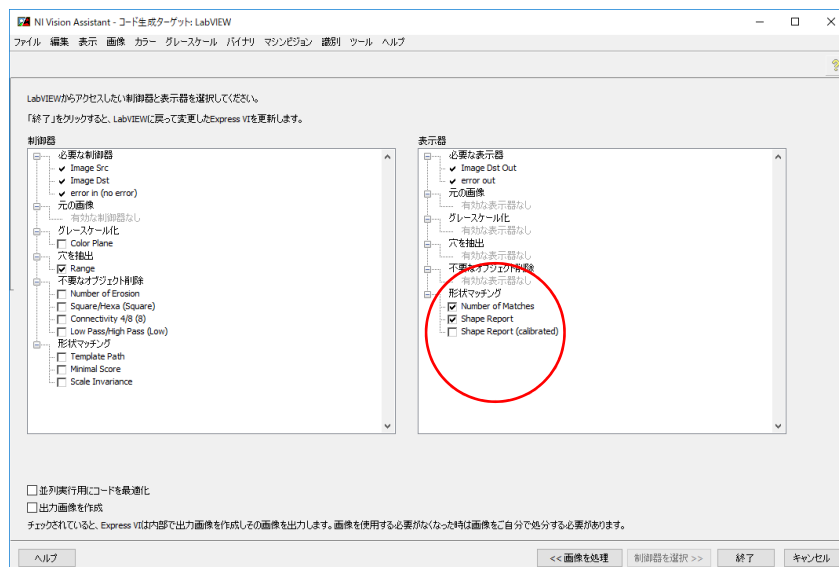

図 6 VissionAssistant の制御器の選択画面
5. また、「制御器の選択」をクリックすると、図 6 に示すような画面が表示される。赤丸の「形状マッチング」の「Number of Matches」と「Shape Report」にチェックを入れ、終了ボタンをクリックする。